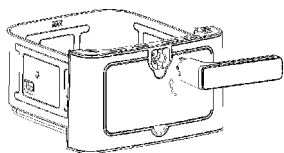
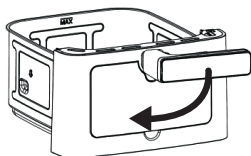

Рис. 1
Рис. 2
- Вставьте ручку в корзину прибора до щелчка (Рис. 1 и Рис. 2).